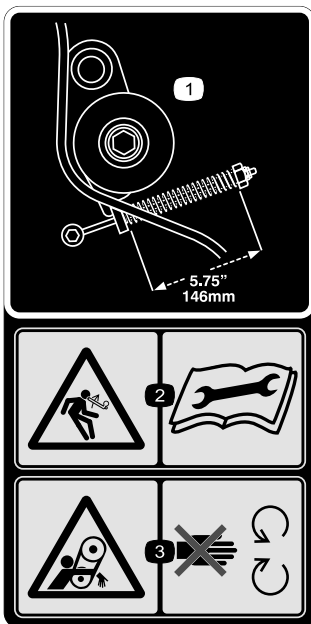

Bild 33
1. Drücken Sie die Spanscheibenfeder auf eine Länge von 146 mm zusammen, um zu prüfen, ob die Riemenspannung richtig ist (Bild 33).